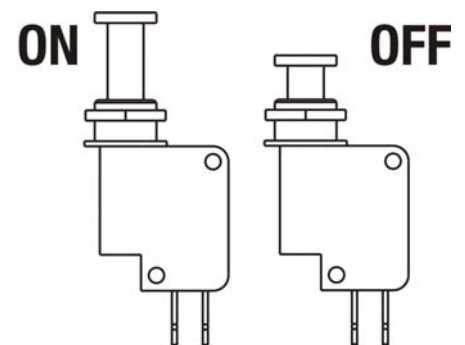

Bild 21
- ➔ Ein/Aus-Schalter rausziehen, dadurch wird der Zündkreis geschlossen, und die Batterie versorgt das Zündsystem mit Energie (Bild 21).